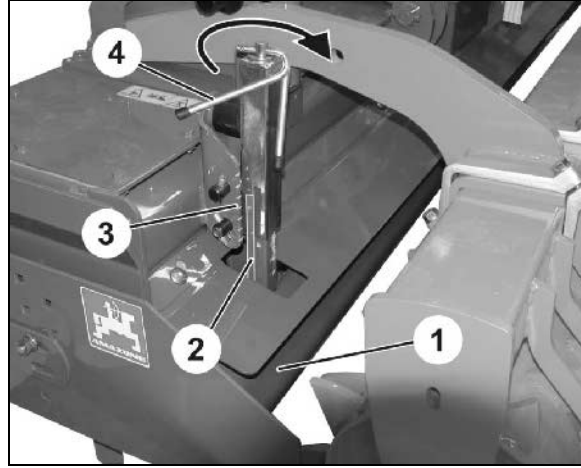

Fig. 26
Konvansiyonel kombinasyonlu ekim için düzleme kirişi (Fig. 26/1) mevcut engellerin tesviyelenmesi için önden küçük bir toprak yığını itmelidir.
Tüm ayarlama bölümlerinde aynı ayarı yapınız. Gösterge (Fig. 26/2) ve dişli çark (Fig. 26/3) oryantasyon görevini yapar.
3. Kolu (Fig. 26/4) yukarı kaldırınız.